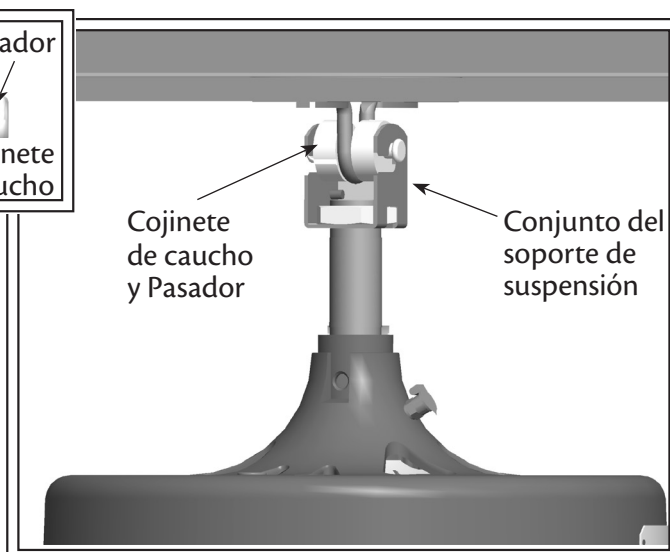

Fig. 7b
9. Levante el ventilador por la caja del motor y enganche el soporte de suspensión en el pasador en el casquillo de caucho. Asegúrese que ambos extremos del pasador están fuera del soporte de suspensión (vea la Fig. 7b).